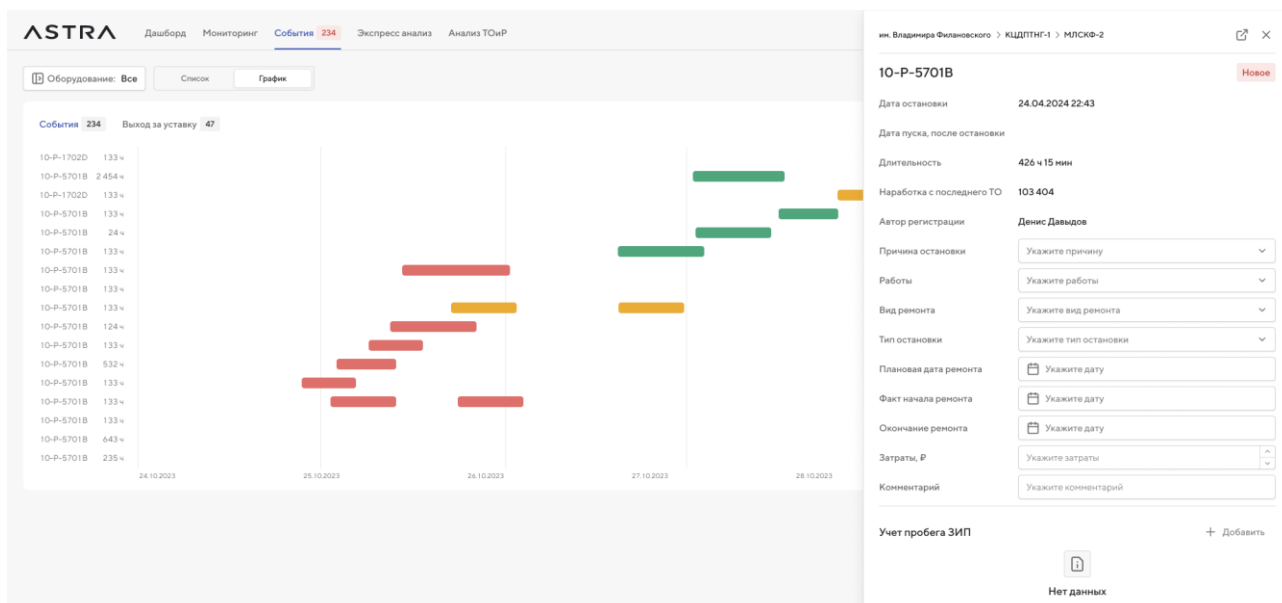

Рисунок 171 – Окно «Редактирование»
4. Нажмите левую кнопку мыши. Откроется окно «Редактирование» выбранного события (Рисунок 171).